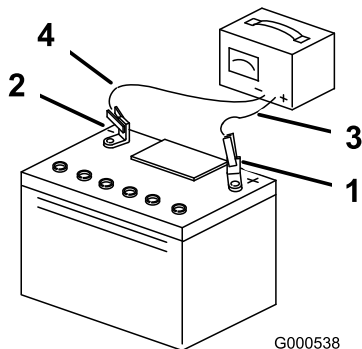

Bild 51
3. Ziehen Sie den Stecker des Ladegeräts aus der Steckdose, wenn die Batterie ganz aufgeladen ist. Klemmen Sie dann die Klemmen des Ladegeräts von den Batteriepolen ab (Bild 51).